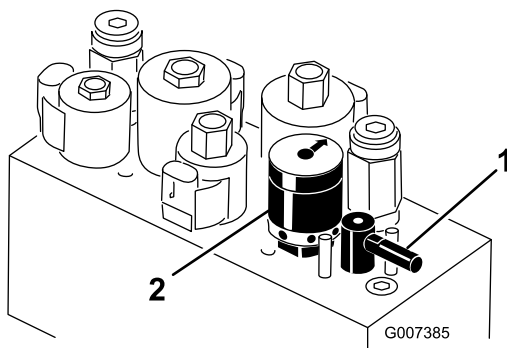

Bild 61
5. Drehen Sie den Läpphebel auf R (Bild 61).
6. Drehen Sie den Spindeldrehzahlregler auf 1 (Bild 61).